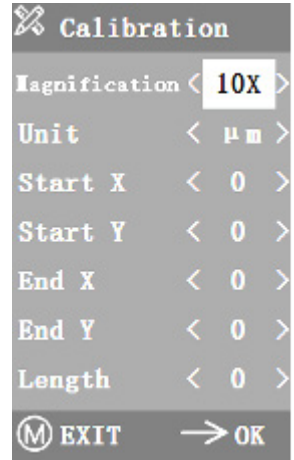

Abbildung 5-7
2. Nach dem Aufrufen des Kalibrierungsmenüs (siehe Abbildung 5-7) die Positionen des Anfangs- und Endpunkts der Kalibrierung so einstellen, dass die Kalibrierungslinie mit der Mikrometerskala übereinstimmt, und versuchen, eine Länge zu wählen, die möglichst viele Skalen enthält, um die Messung genauer zu machen.